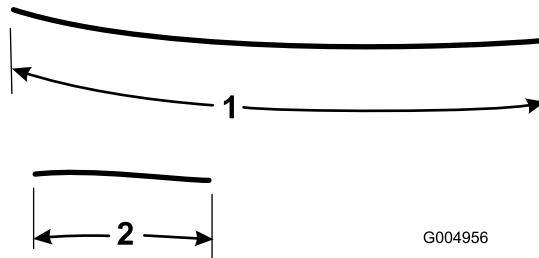

Figura 13
7. Corte del trozo restante de manguera en dos trozos, uno de 140 cm (55 pulgadas) y otra de 57 cm (22-1/2 pulgadas) (Figura 13). Deseche la manguera restante. Estos trozos se utilizarán para completar las conexiones a la unidad de tracción.